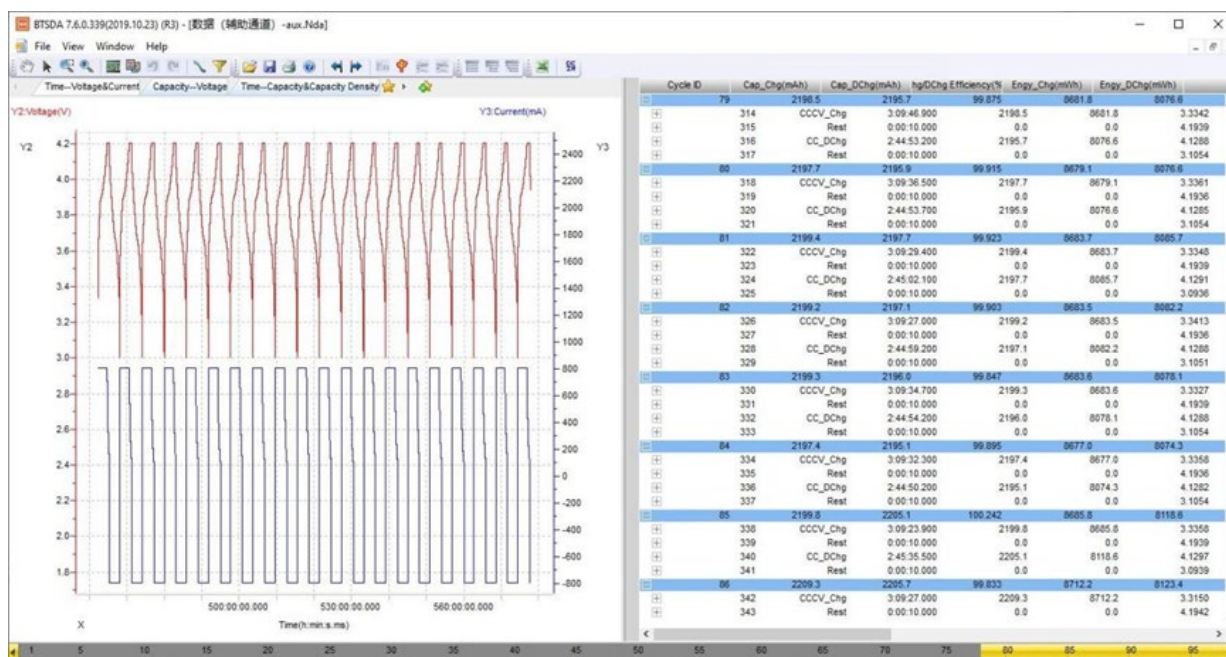

Рисунок 4.29 – Окно анализа данных *BTSDA*
- 1 Щелкните правой кнопкой мыши данные канала, чтобы открыть окно *BTSDA* (см. рисунок 4.29).